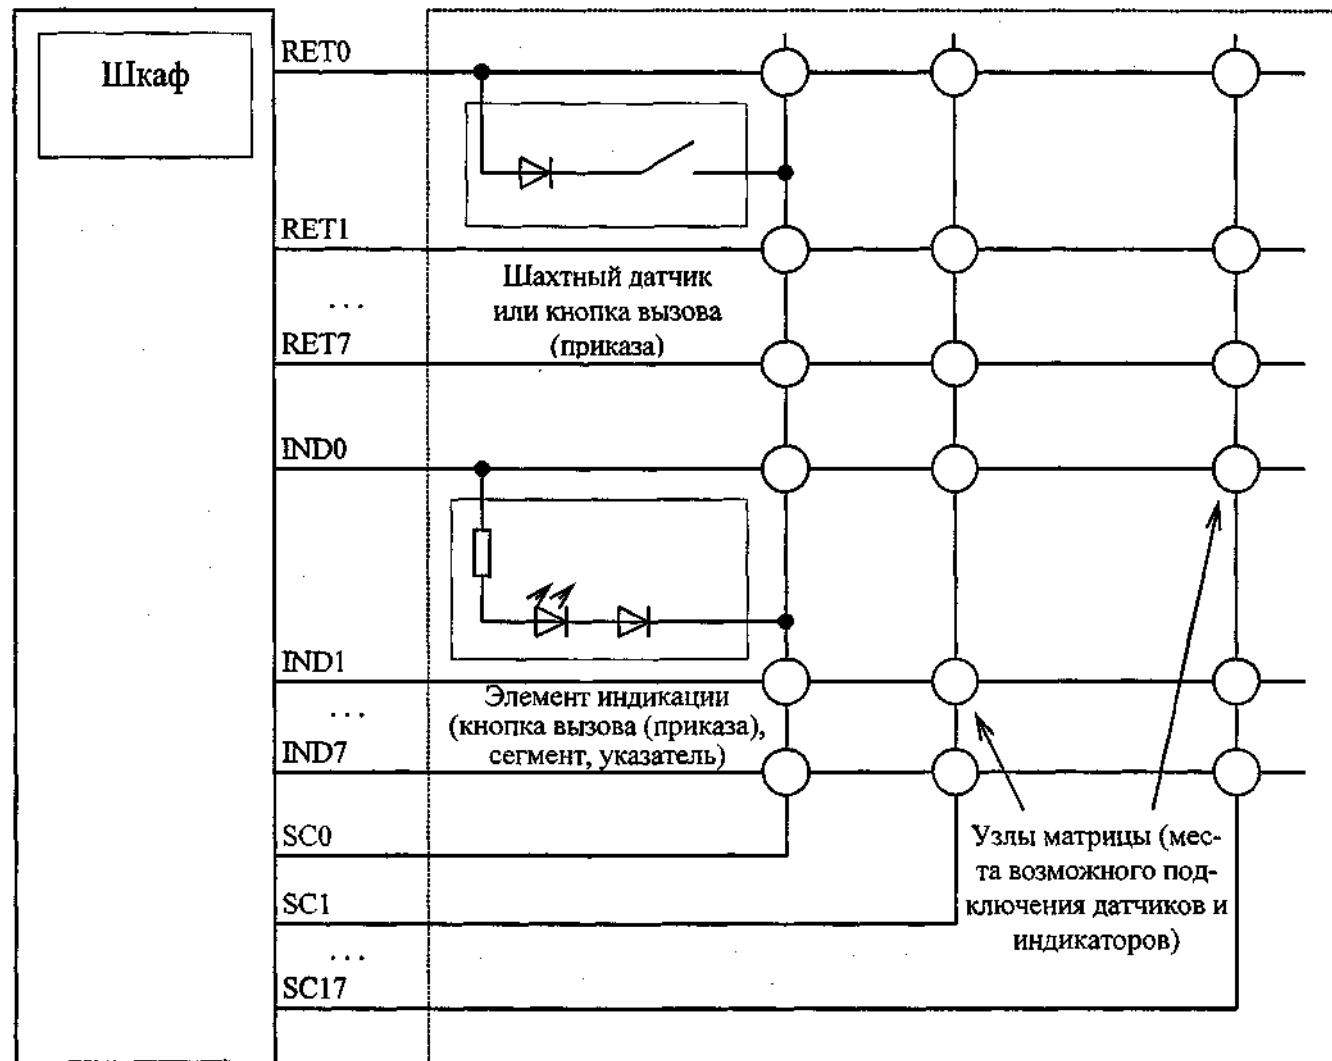

Рисунок 1 — Матрица датчиков и индикации
1.4.5.1 В основу системы сбора информации с датчиков и управления индикаций заложен принцип матричного контроля датчиков, кнопок вызова и приказа и матричной динамической индикации, который обеспечивается платой контроллера (см. рисунок 1).